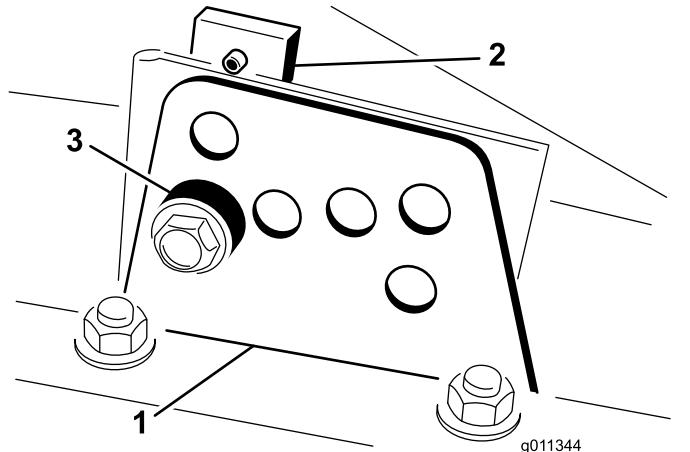

図 17
2. 各刈り高ブラケットを刈り高プレート前と右と左に固定しているボルトをゆるめる図 17。
4. チェンバを支えておきながらスペーサを取り外す 図 17。